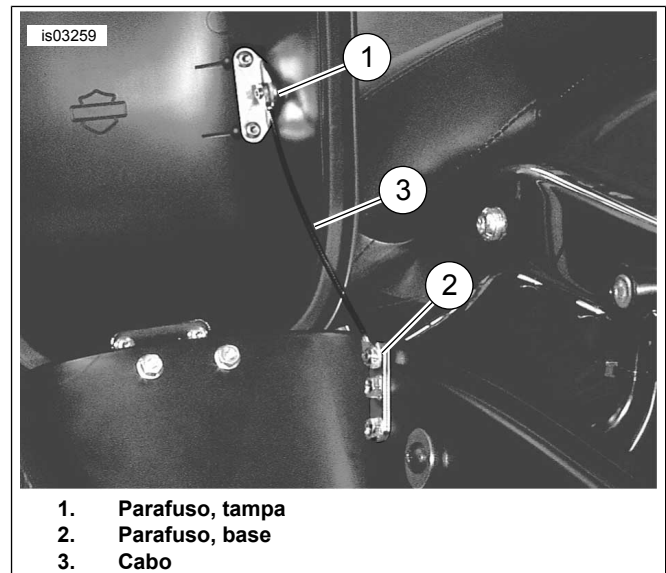
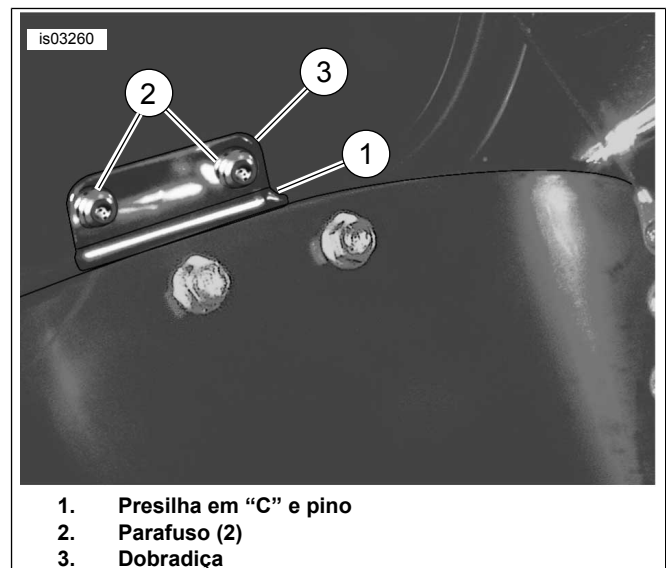
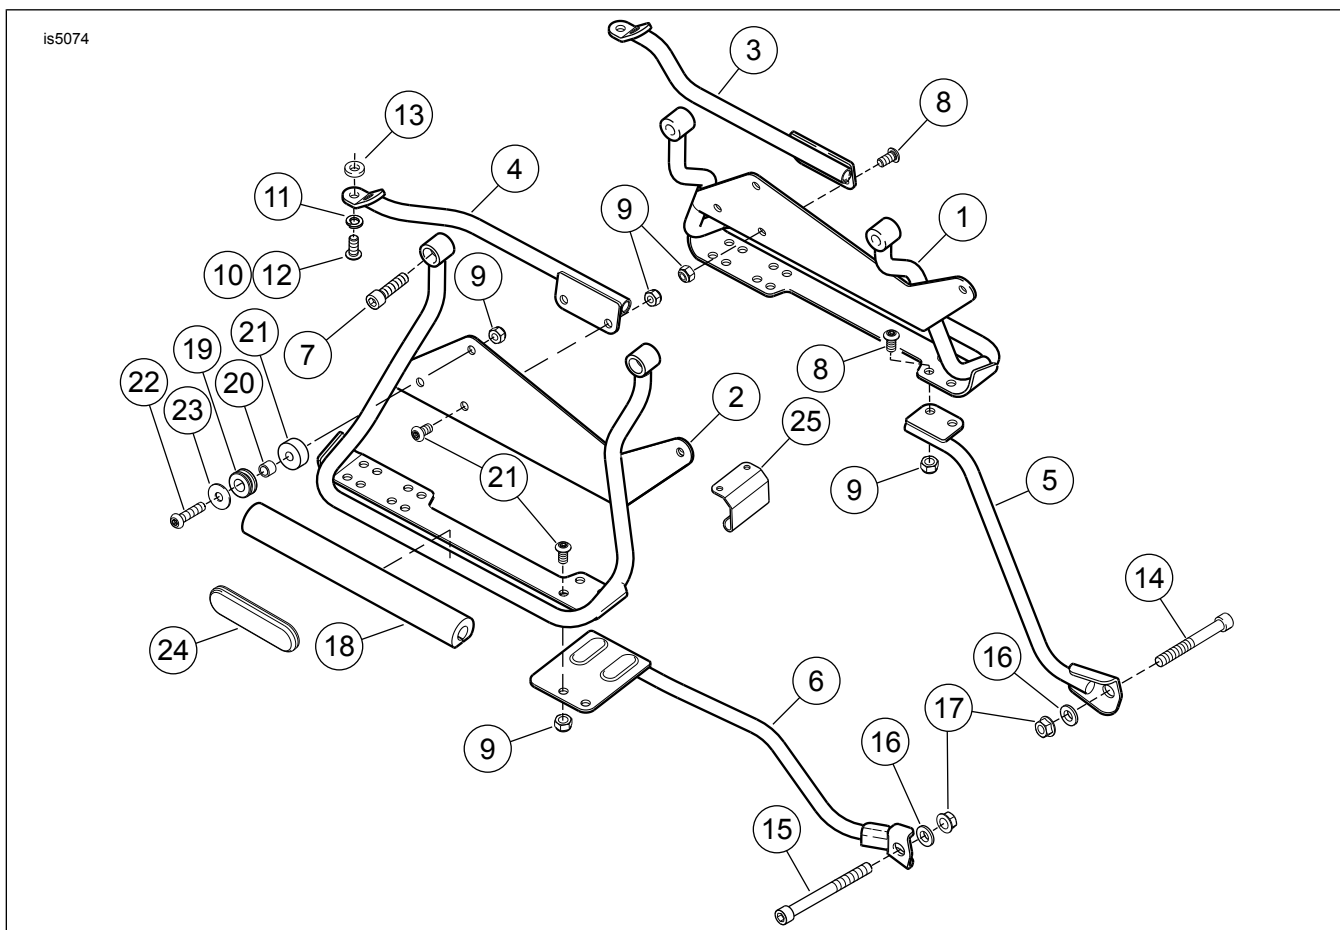

Figura 16. Remoção do cabo
Figura 17. Remoção da dobradiça
Figura 18. Peças de reposição: kit de suporte do alforje (88205-07A) e kit de ferragens (88208-07A)
3. Se estiver usando ferragens de suporte, instale pontos de suporte (4) entre o suporte do pára-lama e o gancho do suporte do alforje.
4. Empurre o plugue cromado (5) do kit de fiação dentro do furo para cobrir o local do pisca-pisca original.
6. Veja a Figura 18. Instale o pisca-pisca e o suporte de reposicionamento (3 ou 4) no gancho de suporte do alforje usando dois parafusos (8) e contraporcas (9).
Ao instalar o suporte do pedal de apoio do lado esquerdo, use o parafuso de 3 pol. (Figura 18, item 14). Ao instalar o suporte do pedal de apoio do lado direito, use o parafuso de 4-1/2 pol. (Figura 18, item 15).
2. Coloque o parafuso (2) através do suporte do pedal de apoio e quadro. As roscas deverão ficar expostas aproximadamente 13 mm (1/2 pol.) do lado interno do quadro.
3. Instale o suporte dianteiro (3) no parafuso.
4. Instale a arruela com ressalto (6) com o ressalto orientado na direção do suporte.
5. Usando a extensão da chave de soquete (4), instale a contraporca (5) no parafuso e aperte com os dedos.
1. Veja a Figura 18. Instale dois parafusos (8) através dos ganchos de suporte do alforje (1, 2) e por dentro do suporte dianteiro (5, 6). Fixe com porcas (9). Aperte as porcas com torque de 13,1 N·m (120 in-lbs).
2. Aperte as porcas (17) no suporte dianteiro com torque de 34–41 N·m (25–30 ft-lbs).
3. Instale o isolador de borracha (18) sobre os ganchos do suporte do alforje (1, 2) com o lado “liso” voltado para baixo.
4. Veja a Figura 18. Instale o parafuso (22) e a arruela (23) do alforje lateral, por dentro do espaçador (20). Depois instale a porca (9) apertando com os dedos.
1. Veja a Figura 16. Remova os parafusos (1, 2) que prendem o cabo à tampa e base do alforje.
2. Remova o cabo (3) do alforje.
3. Veja a Figura 17. Remova e guarde a presilha em “C” e o pino (1) da dobradiça. Separe a tampa do alforje do corpo.
4. Remova e guarde dois parafusos (2) que prendem a dobradiça na tampa do alforje.
5. Deslize a dobradiça (3) para fora por baixo do vedador de borracha.
- Veja a Figura 18. Deslize a dobradiça (25) por baixo do vedador de borracha e fixe a metade da dobradiça na tampa do alforje usando os parafusos (Figura 17, item 2) removidos anteriormente. Aperte os parafusos com firmeza.
- Veja a Figura 17. Instale o pino na dobradiça e fixe com a presilha em "C".